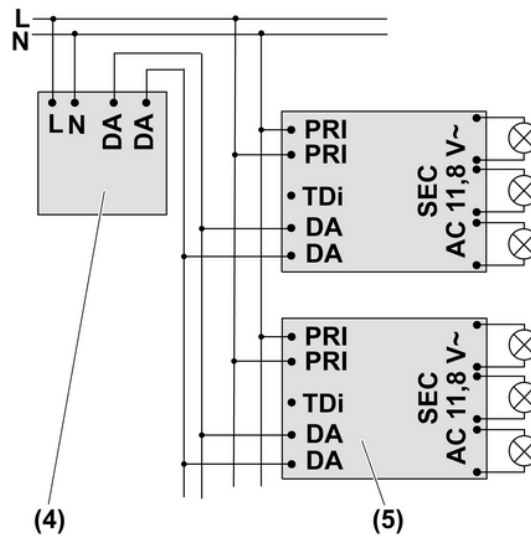

Рисунок 4: Монтажная схема с устройством управления DALI
- Подключите трансформатор (5) и устройство управления DALI (4) в соответствии с монтажной схемой (рисунок 4).